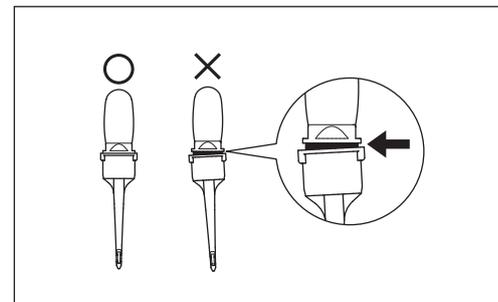

Fig. 29
- Asegúrese de insertar la punta de la boquilla correcta y firmemente tal y como se muestra en la ilustración (Fig. 29). Si la punta se inserta de forma incorrecta, se caerá y podría ser ingerida accidentalmente por el paciente.